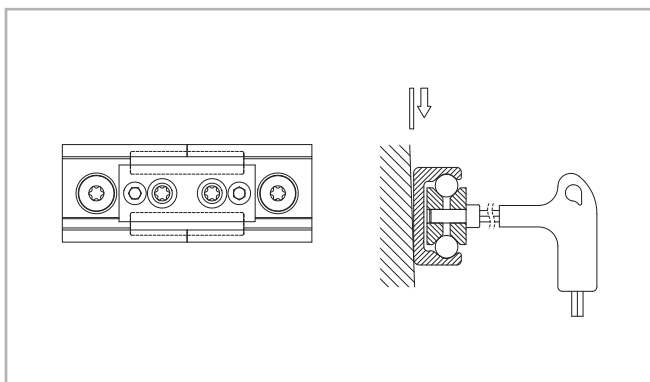

Fig. 118
- (3) Colocar el útil para alinear en la unión de guía y apretar ambos tornillos uniformemente hasta que las pistas de rodadura estén alineadas (véase Fig. 118).
- (4) Posteriormente al paso anterior (3) controlar si ambas guías se apoyan en plano sobre la superficie de montaje. Si se ha formado una fisura, nivelarlas.